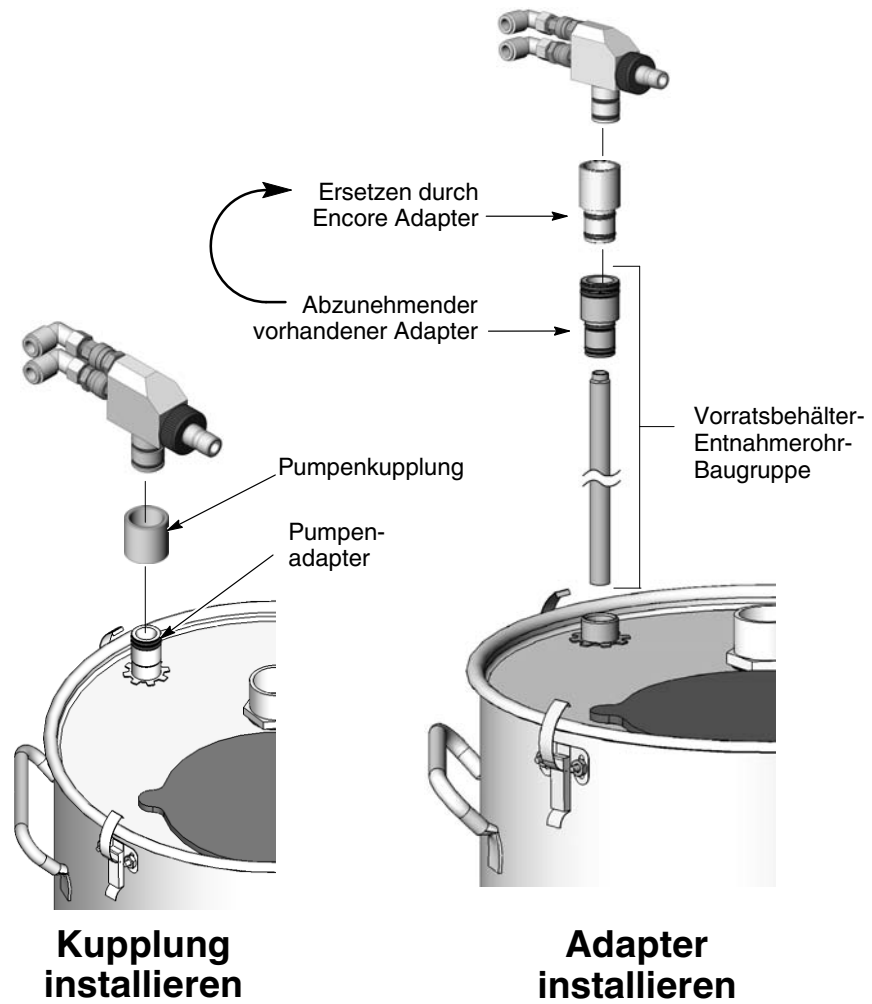

Abb. 2 Pumpe am Vorratsbehälter installieren
Siehe Abbildung 2.
**Alle anderen Vibrations-Kartonentleerersysteme:** Siehe Abbildung 2, Kupplung installieren. Die Pumpenkupplung mit einer leichten Drehbewegung auf dem Entnahmerohr-Pumpenadapter installieren. Die Pumpe mit einer leichten Drehbewegung in der Kupplung installieren.